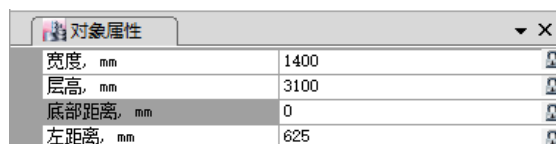

图 4-17 对象属性对话框
- 5) 在弹出的对话框中分别输入图 4-17 所示的数据, 并点击右侧的图标将数据变为锁定状态。